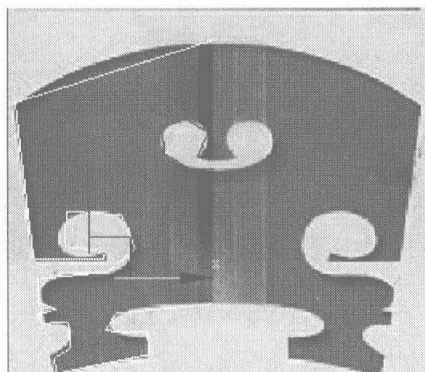
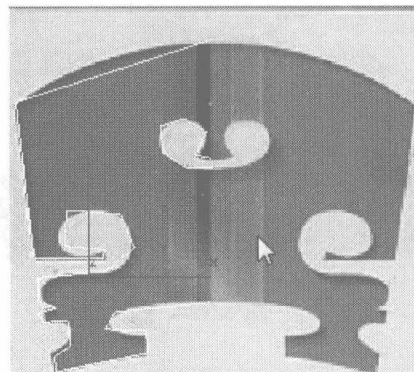

图 5.318
图 5.319
- 02 在 创建面板的 区域，选择 **Splines** 类型，单击 **Line** 按钮，在视图中创建曲线模型，如图 5.318 所示，单击 **Attach** 按钮，合并两条曲线模型，如图 5.319 所示。